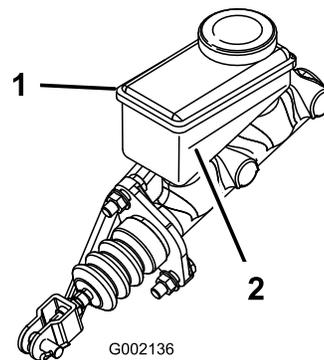

Bild 18
3. Lesen Sie den Flüssigkeitsstand am Stutzen an der Seite des Behälters ab (Bild 18).
- B. Füllen Sie DOT 3-Bremsflüssigkeit in den Behälter, bis der Füllstand über der Minimum-Markierung liegt (Bild 18).
5. Setzen Sie die Gummiblende oben am Armaturenbrett ein (Bild 18).